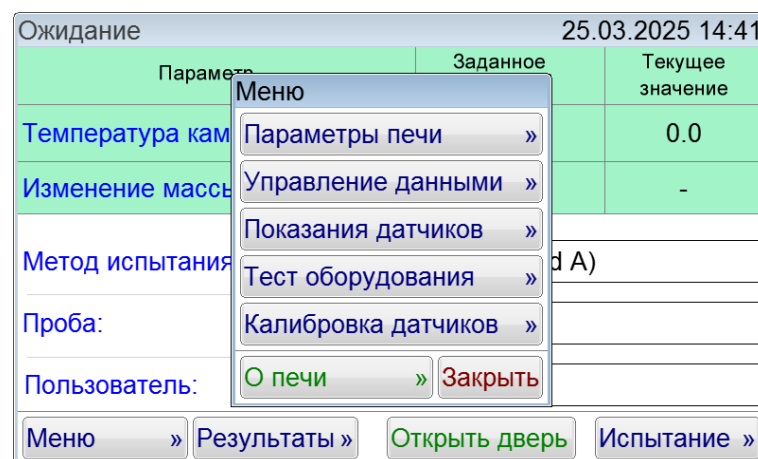

Рисунок 46 – Окно «Меню»
5.10.2 Для запуска калибровки датчика температуры в окне «Меню» нажать на кнопку **[Калибровка датчиков]** (см. рисунок 46). Ввести пароль: «37201».